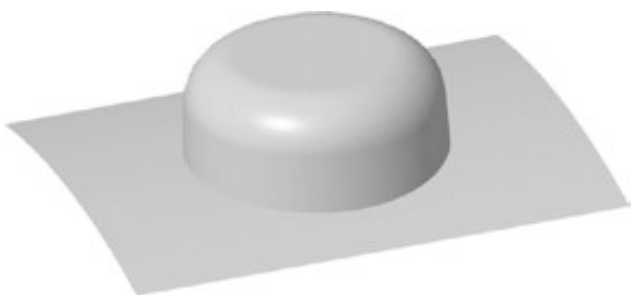

图4-11 创建倒圆角特征
Step 26 单击“倒圆角”按钮, 创建倒圆特征 ($R10\text{mm}$), 如图4-11所示。